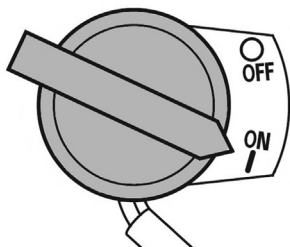

Рис. 16. Выключатель зажигания на двигателе
6. Переведите основной выключатель зажигания (на двигателе) в положение «ON» (Включено) (Рис. 16).
4. Переведите основной выключатель зажигания (на двигателе) в положение «OFF» (ВЫКЛЮЧЕНО) (Рис. 16).